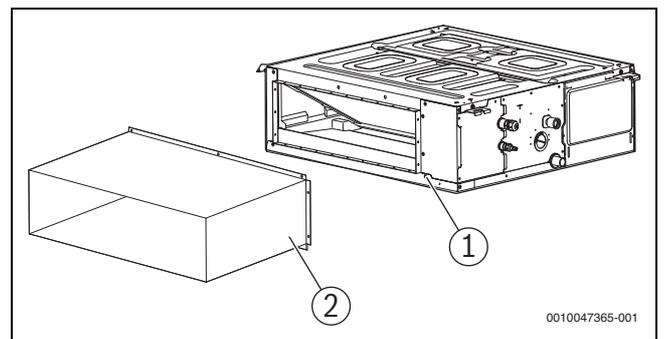

Рис. 8
- ▶ Если панель выпуска воздуха находится далеко от блока и требует подключения к фланцу воздуховыпускного отверстия блока посредством металлического воздуховода, то для герметизации и теплоизоляции к контактной поверхности пластины следует приклеить губку (→ рисунок 8).